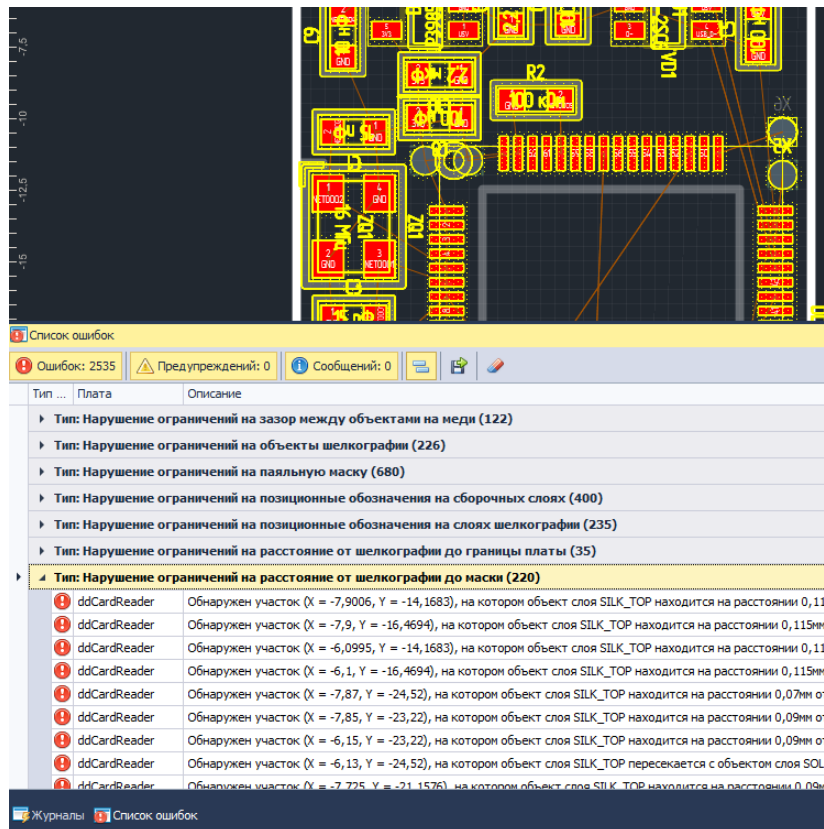

Рис. 383 Отображение выявленных нарушений по итогу выполнения проверки платы на технологичность
4. При выявлении ошибок в ходе выполнения проверки, в панели «Список ошибок» будут отображены все нарушения, см. Рис. 383. Также все выявленные нарушения будут подсвечены на плате.